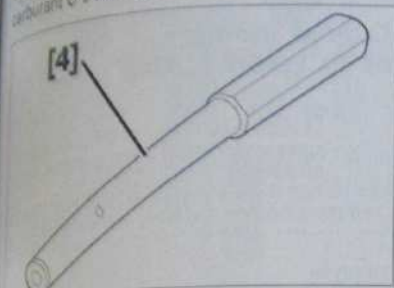

Fig. 6
(4) Outil de calage de la pompe haute pression carburant Ø 5 mm (ref : 0194.A) (Fig.6).